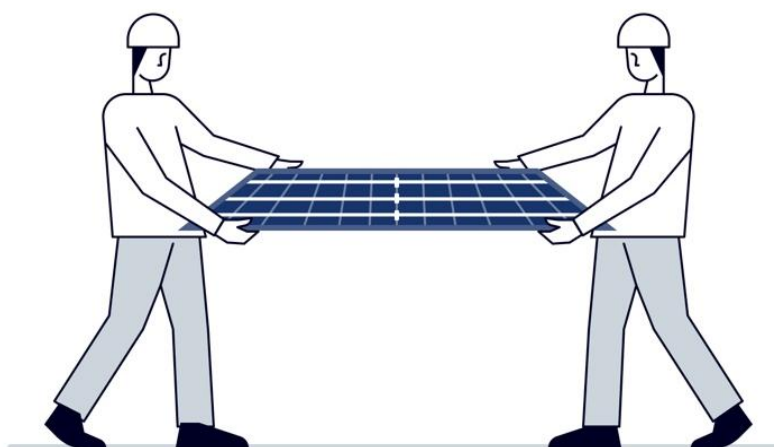

Figura 24: Maneggiamento dei moduli.
- e) I moduli FV devono essere afferrati dalla cornice in alluminio con due mani (Figura 24).